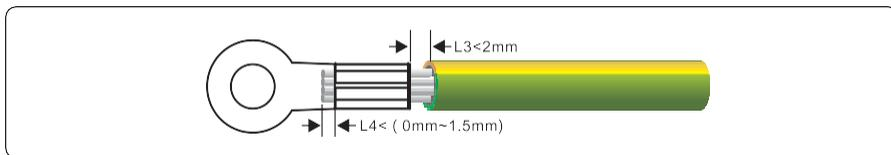

Figura 5.2 Crimpagem de um cabo (unidade: mm)
Passo 2 Insira os fios do núcleo exposto nas áreas de crimpagem do terminal OT e crimpe-os usando um alicate hidráulico, conforme mostrado na Figura 5.2.